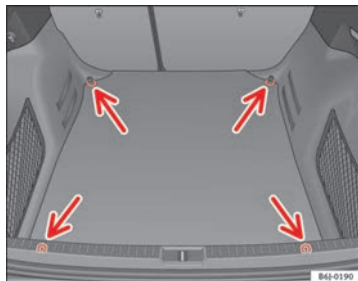

Fig. 97 Emplacements des œillets d'arrimage dans le coffre à bagages
- Sécurisez la charge par le biais des œillets d'amarrage ⇒ fig. 97 (flèches).